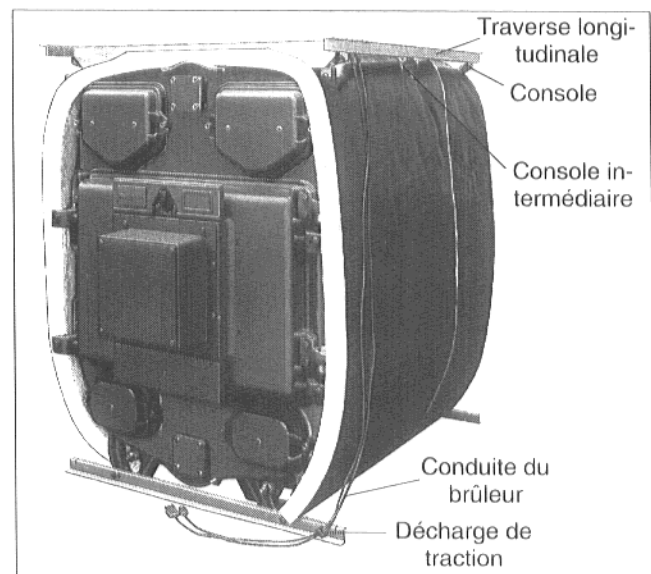

Fig. 39
- Positionner les traverses longitudinales sur les consoles des éléments de façade et arrière (Fig. 39).
- Placer la conduite (les conduites) du brûleur dans la décharge de traction sur la traverse transversale du bas, comme indiqué Fig. 39 et les conduire sur l'isolation du haut.